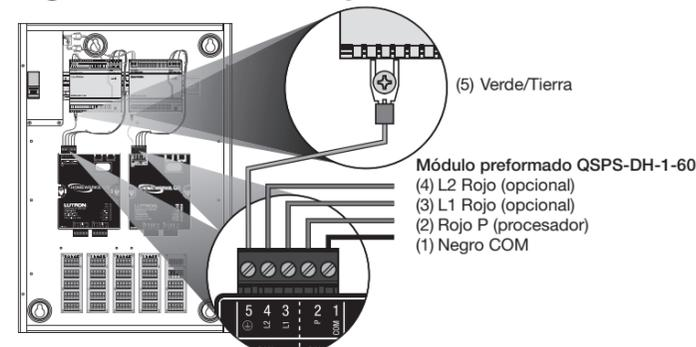

Figura 3 – Función de los LED
- 5. Verifique la operación del aparato:** Para confirmar que la unidad está conectada, observe el indicador de energía LED ubicado en el frente de la unidad. Los indicadores de diagnóstico LED adicionales brindan más información sobre el diagnóstico de la unidad. Consulte la **Figura 3** para obtener información de los indicadores de diagnóstico LED.